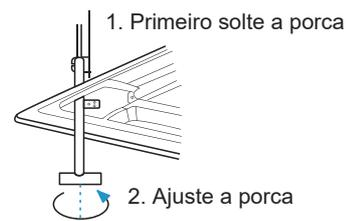

Figura 3.19
- Se não afetar a suspensão e o abaixamento da unidade terminal e da tubulação de descarga de água, você pode usar as aberturas nos quatro cantos do painel para ajustar a altura da unidade terminal. Consulte a Figura 3.19.